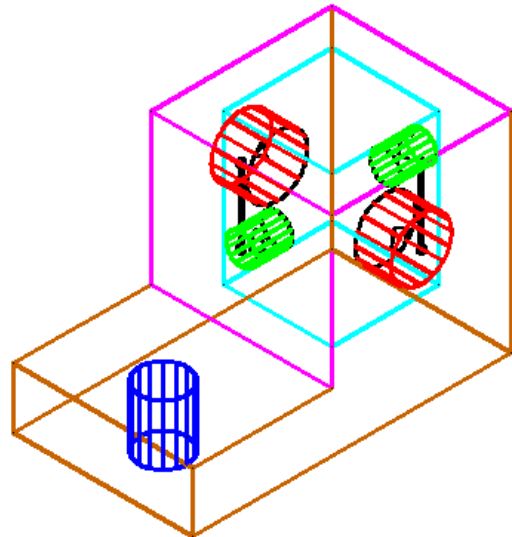

Рис. 33
- произвести по рассмотренной выше методике вычитание из модели 1324 цилиндров диаметром 10 и 20 мм. Результат показан на рис. 33;